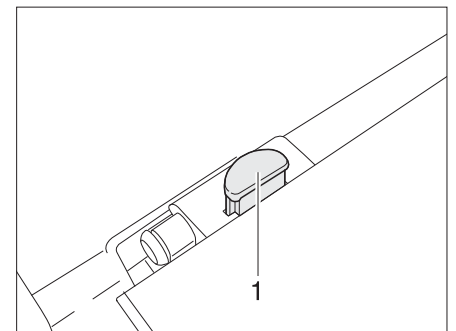

Fig. 37 Bloccaggio del piano del tavolo
- Sul bloccaggio del piano del tavolo premere il bottone di sbloccaggio (Fig. 37,1).